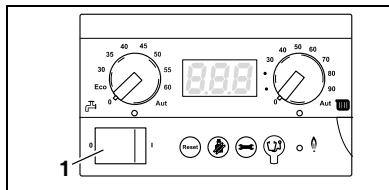

Fig. 25 Basiscontroller BC10
- Sluk for varmeanlægget på panelafbryderen på BC10 (fig. 25, **pos. 1**).
- Sluk for varmeanlægget på BC10's panelafbryder (→ fig. 25).
- Lad panelafbryderen på BC10 (fig. 25) stå på stillingen "1".